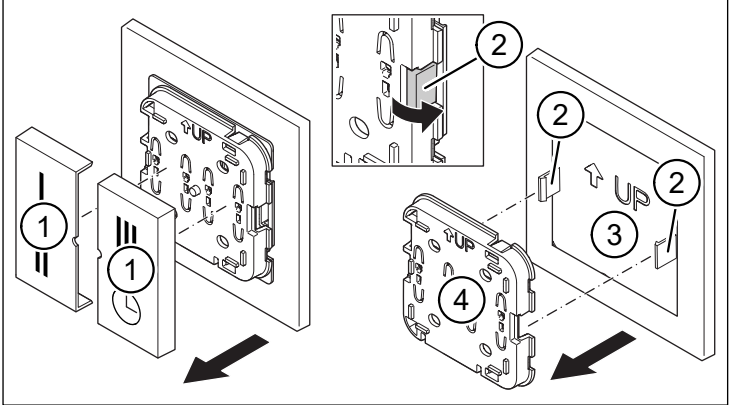

Abb. 2: Taster und Elektroneinheit abziehen
- Ziehen Sie die beiden Taster (Pos. 1 in Abb. 2) ab.
- Drücken Sie die beiden Rasthaken (Pos. 2 in Abb. 2) nach außen und nehmen Sie die Elektroneinheit (Pos. 4 in Abb. 2) von der Montageplatte (Pos. 3 in Abb. 2) ab.
- Ziehen Sie die beiden Taster (Pos. 1 in Abb. 2) vom Funktaster ab.